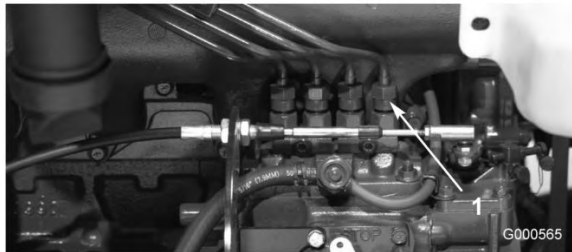

図 41
1. 燃料噴射ポンプの No.1インジェクタ・ノズル（図 41）へのパイプ接続部をゆるめる。